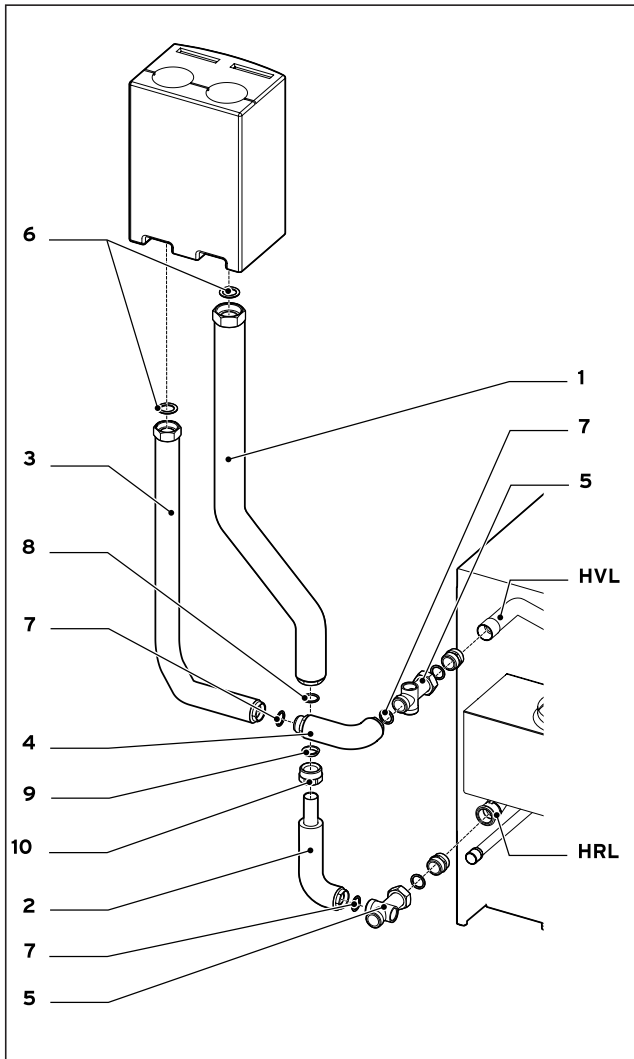

Fig. 2: montaggio della tubatura di collegamento su atmoVIT esclusiv, perpendicolarmente rispetto alla caldaia
- Assemblare il tubo di mandata che diparte da entrambi gli elementi del tubo (3) e (4).
- Spingere il nipplo di bloccaggio (10), l'anello di bloccaggio (9) e l'o-ring (8) sopra l'estremità libera del tubo di ritorno 2 (2) (fig. 2).
- Assemblare il tubo di ritorno che diparte da entrambi gli elementi del tubo (1) e (2). Per atmoVIT classic accorciare eventualmente in precedenza l'isolamento del tubo di ritorno 2 (2) di ca. 70 mm, poiché la profondità di immersione del tubo è in questo caso maggiore rispetto a quella prevista per atmoVIT exclusiv.